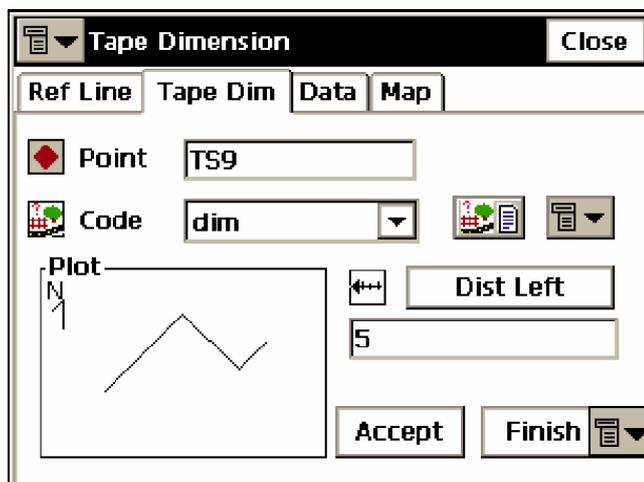

Рисунок 6-35. Обмеры рулеткой - рабочее окно
- Выбрав вкладку *Tape Dim* (Обмеры Рулеткой), задайте параметры съемки - имя и код определяемой точки, направление (влево или вправо от предыдущей стороны) и расстояние, измеренное от предыдущей точки (рис. 6-35).